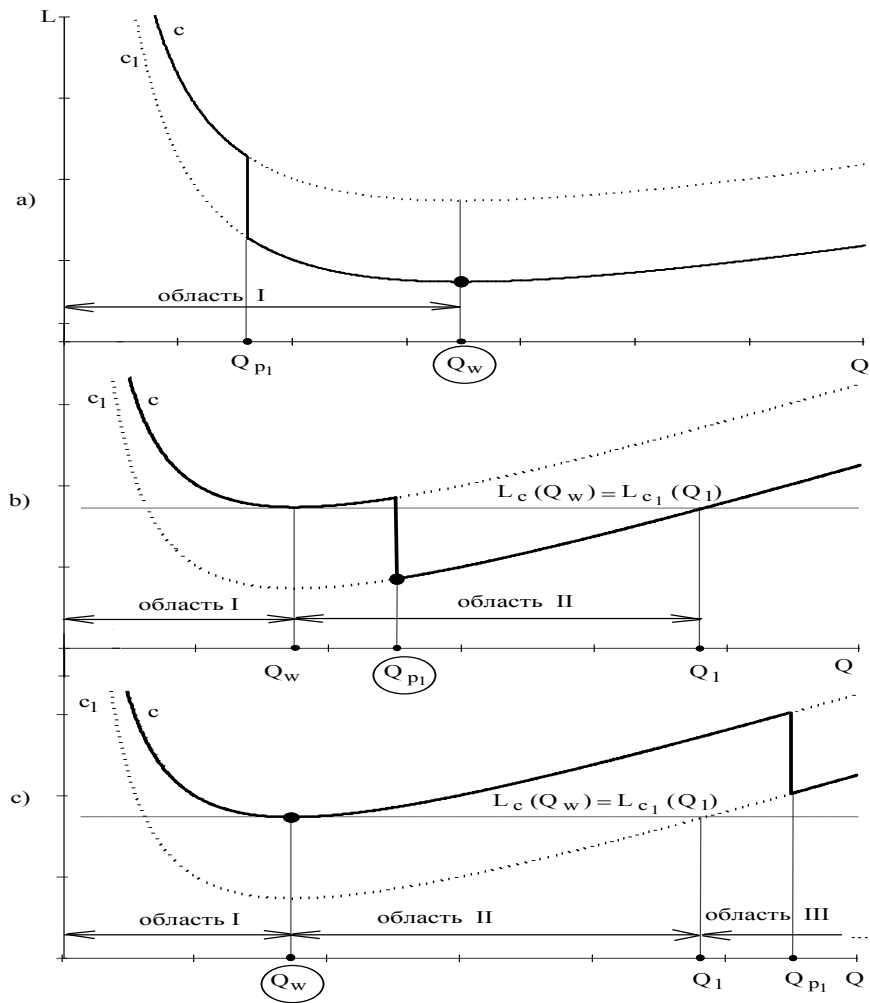

Рис.6 График затрат с учетом скидок: а) $q = q_w$; б) $q = q_{p1}$; в) $q = q_w$
Влияние единственной скидки на общие затраты на УЗ показано на рис.6
Чтобы определить оптимальный размер заказа Q , необходимо проанализировать, в какую из трех областей попадает точка разрыва цены $Q_{\delta 1}$ (см. рис.6). Правило выбора Q для случая с одной скидкой имеет вид:
Правильность решения задач с УЗ со скидками в большой степени определяется *качественно построенным графиком* общих затрат с указанием на графике всех параметров, используемых при решении. Поэтому в первую очередь необходимо анализировать ситуацию графически и только после этого проводить численные вычисления. Например, если внимательно проанализировать ситуации на рис.6, то можно принимать решение без непосредственного использования правила (2). Зрительно легко определить более "выгодный" объем заказа, найдя точку, координата которой по оси L лежит ниже других вариантов заказов.
5. Используя правило (3) и график на рис.6, находим более дешевый объем заказа (с учетом только первой скидки)